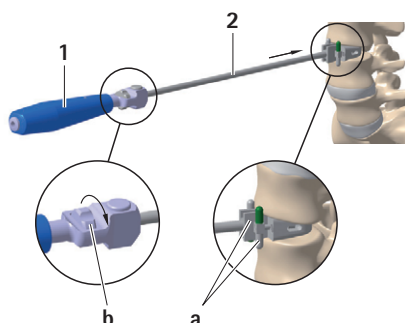

Fig. 1
- Montar la guía de cinzel **2** en el mango **1** con el ángulo y la altura deseada del implante, ver Fig. 1.
- Girar la rueda **b** en el sentido de las agujas del reloj y ajustar el bloqueo de seguridad **a** a la longitud más corta del cinzel, ver Fig. 1.
- Centrar la guía de cinzel **2** en el espacio vertebral y ajustar el bloqueo de seguridad **a** con la ayuda de radiografías a la profundidad deseada del cinzel, ver Fig. 1.